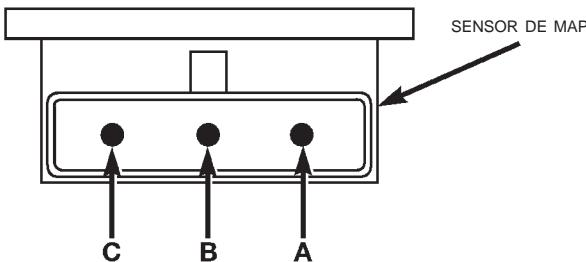

Fig. 34 Terminales del conector del sensor de MAP—Característico
(2) Pruebe el voltaje de salida del sensor de MAP entre los terminales A y B del conector de MAP (Fig. 34). Con el interruptor de encendido en la posición ON y el motor apagado, el voltaje de salida debe ser de 4 a 5 voltios. El voltaje deberá caer entre 1,5 y 2,1 voltios en condiciones de ralentí en punto muerto y calor.
(3) Pruebe si la cavidad A-27 del Módulo de control del mecanismo de transmisión (PCM) muestra los mismos valores de voltaje detallados con anterioridad con el objeto de verificar el estado del mazo. Repare según sea necesario.
(4) Pruebe el voltaje de alimentación del sensor de MAP entre los terminales A y C del conector del sensor (Fig. 34) con el encendido en posición ON. El voltaje debe ser de aproximadamente 5 voltios ($\pm 0,5V$). También debe haber cinco voltios ($\pm 0,5V$) en la cavidad A17 del conector del mazo de cables del PCM. Repare o reemplace el mazo de cableado, según sea necesario.
(5) Pruebe el circuito de masa del sensor de MAP en el terminal A del conector del sensor (Fig. 34) y el conector A4 del PCM. En caso necesario, repare el mazo de cableado.